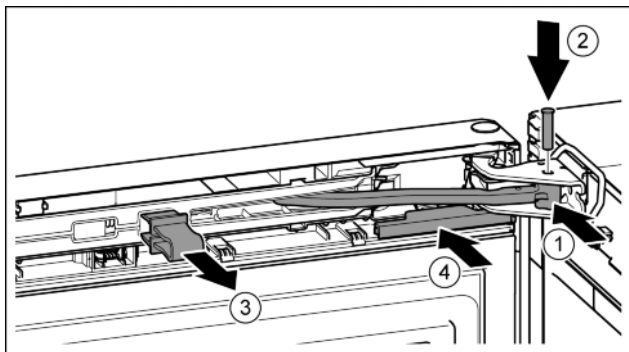

Fig. 21
- ▶ Scharnier in lagerbus draaien. Fig. 21 (1)
- ▶ Bolt in de lagerbus en het scharnier aanbrengen. Opletten dat hierbij de vergrendelnok correct in de groef zit. Fig. 21 (2)
- ▶ Borging verwijderen. Fig. 21 (3)
- ▶ Afdekking erop schuiven. Fig. 21 (4)